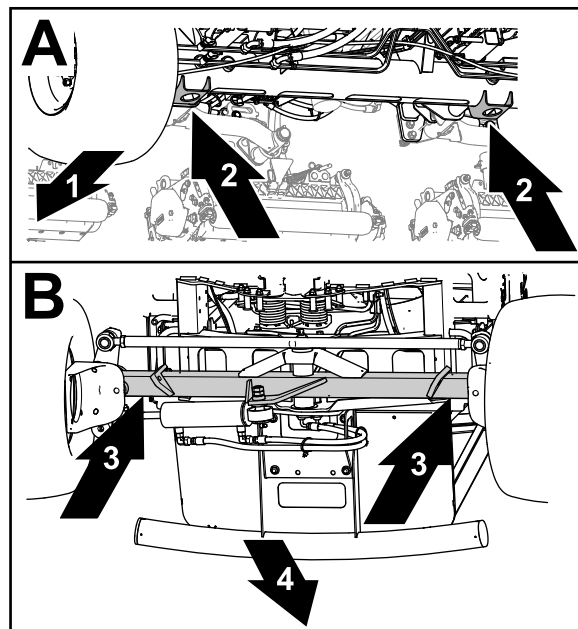

Figura 105
- Față - suporturile pentru cric ale tubului osiei față (Figura 105).